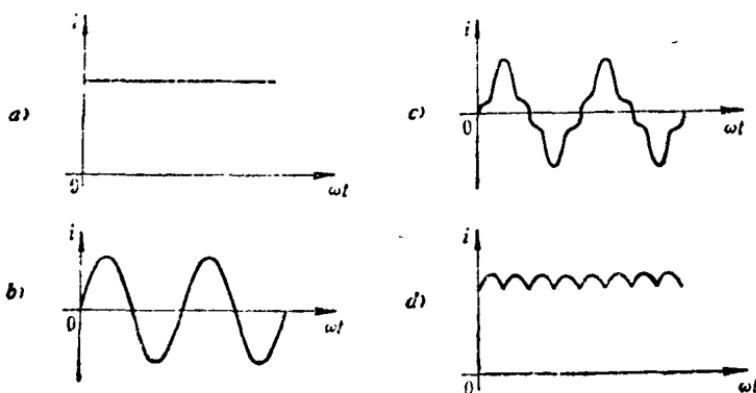

图 1-1 各种电流波形图
20. 直流 大小和方向不随时间变化的电流称为直流，如图1-1(a)所示。
21. 交流 大小和方向随时间作周期性变化的电流称为交流，如图1-1(b)所示。
图 1-1 b) 所示。
23. 非正弦交流 随时间不按正弦规律变化的交流电流称为非正弦交流, 如图 1-1 c) 所示。
24. 脉动直流电流 大小随时间变化而方向不变的电流称为脉动直流电流, 如图 1-1 d) 所示。